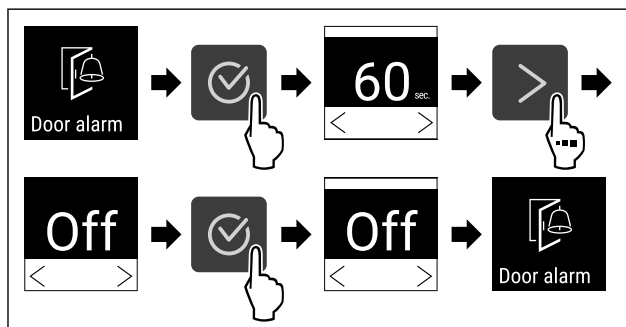

Fig. 142
- ▶ Suivre les étapes (voir Fig. 142) .